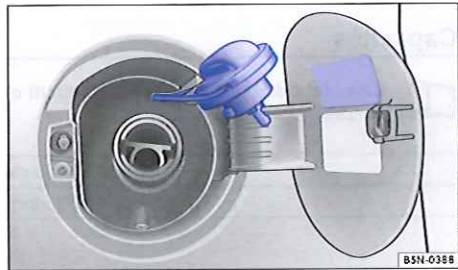

Fig. 184 Trappe à carburant ouverte avec bouchon de réservoir accroché.
- Dévissez le bouchon en le tournant dans le sens inverse des aiguilles d'une montre et accrochez-le en haut de la trappe à carburant ⇒ fig. 184.